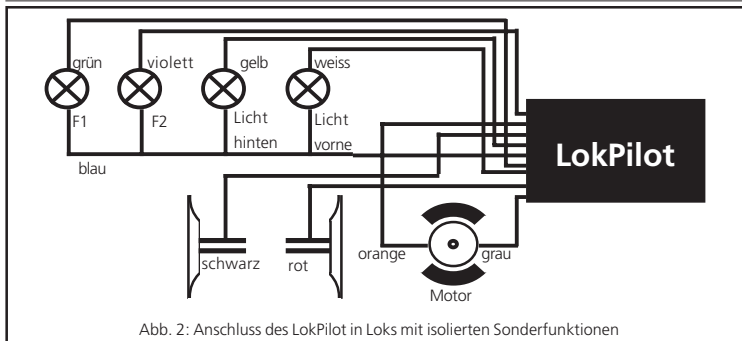

Abb. 2: Anschluss des LokPilot in Loks mit isolierten Sonderfunktionen
- a) Die Lampen / Funktionen sind mit Ihrem gemeinsamen Anschluss gegenüber dem Lokgehäuse isoliert (also potentialfrei). Der dann nötige Anschluss wird in Abb. 2 dargestellt.
Im anderen Fall (Siehe Abb. 2) müssen Sie alle übrigen Anschlüsse aller Birnchen und Funktionen gemeinsam an das blaue Kabel anschließen. Dieses darf keinen Kontakt mit dem Lokchassis haben!
Verwenden Sie bei Loks, die nach Abb. 2 verschaltet werden, ausschließlich digitale Rauchgeneratoren, z.B. Seuthe Nr. 11.